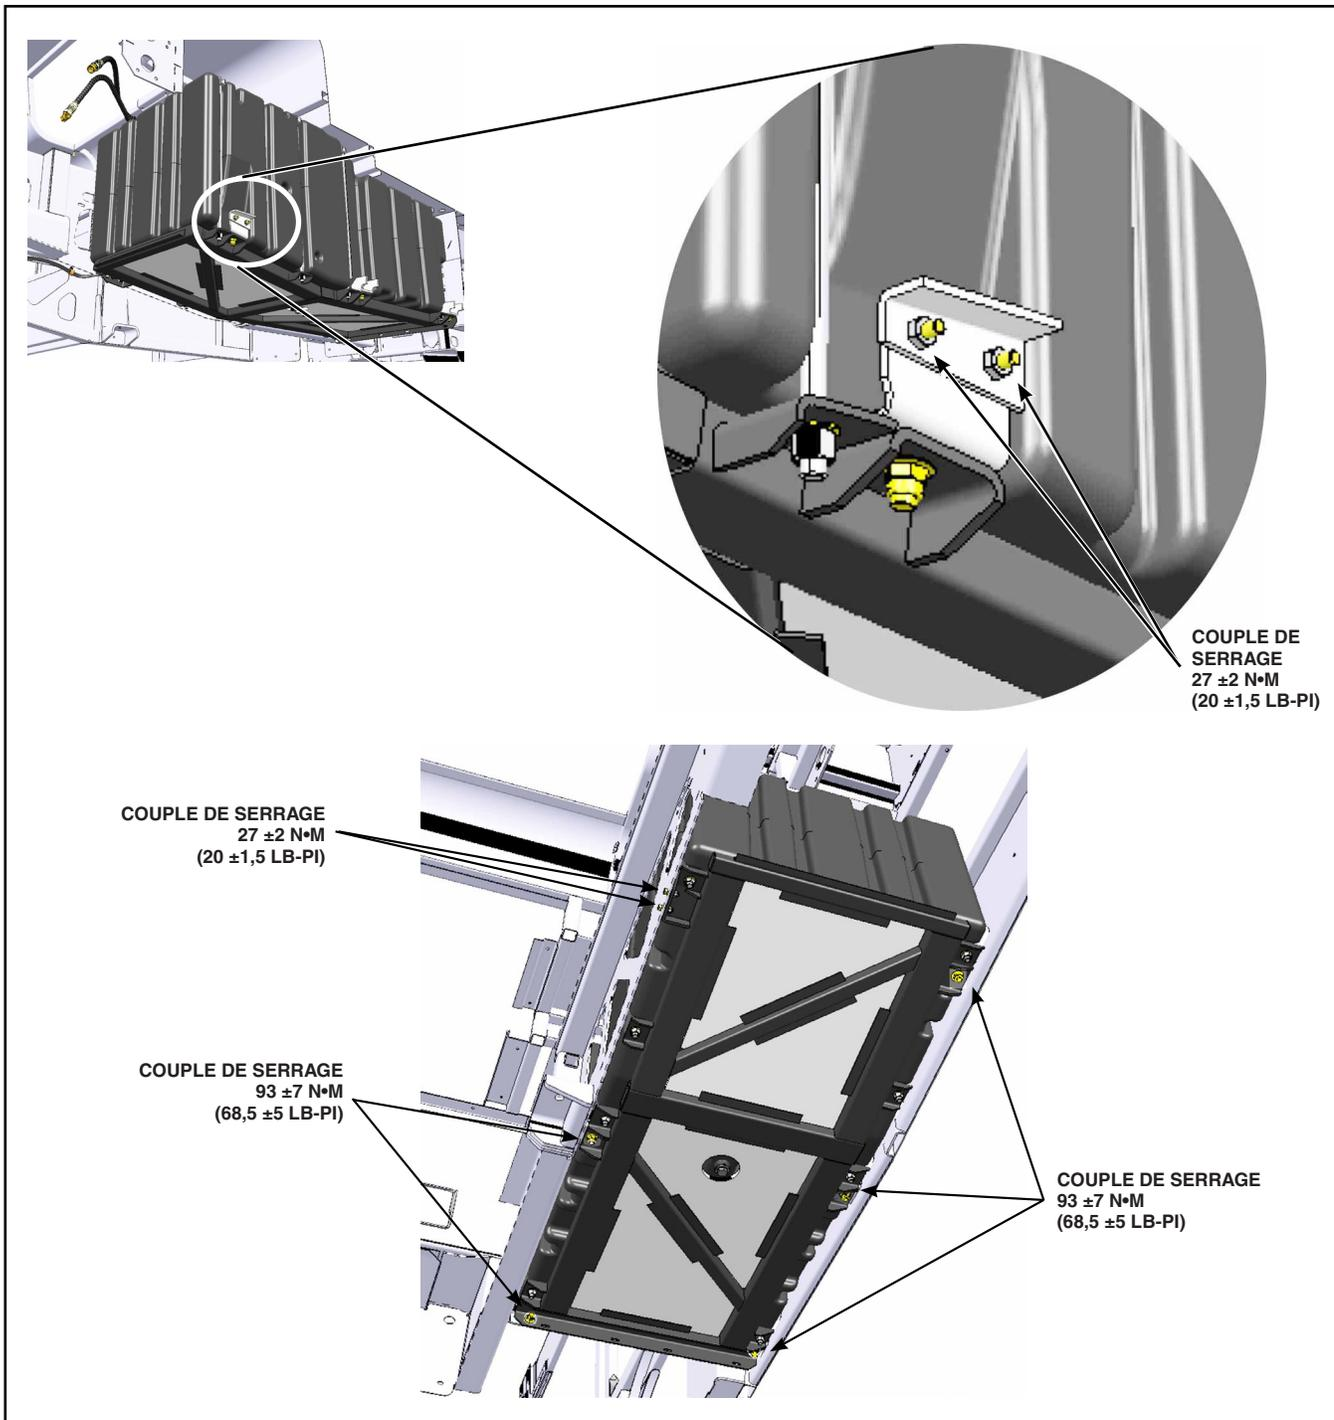

Figure 7 - Couple de serrage de l'assemblage du réservoir
7. Fixer l'assemblage du réservoir du carburant à la structure et serrer aux couples de serrage indiqués en Figure 7.